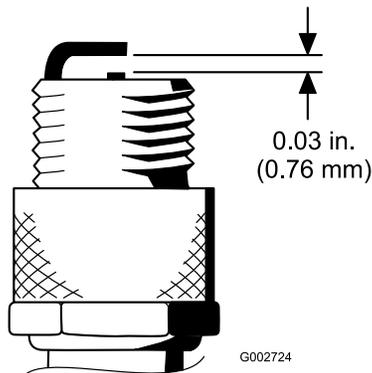

図 45
4. エア・ギャップを 0.76mm に調整する (図 45)。